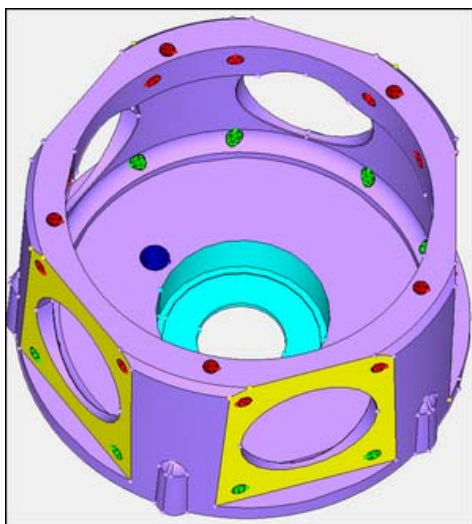

图 5-129 三组小孔特征及两组用户自定义特征辨识及归类结果
- (9) 单击 Proceed 按钮。
- (10) 在 Organize 面板中单击 move 按钮，然后单击 return 按钮。
- 此时，HyperMesh 用户界面中的模型视图应处于图 5-129 的状态，包括三组小孔以及两组用户自定义特征都被归类至新建部件中，并分别被赋予了不同的颜色。